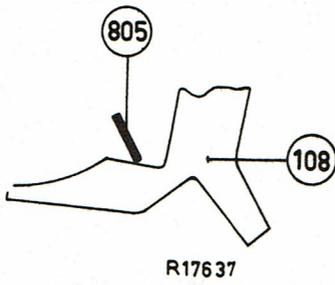

Fig.6
15. L'équerre 805 doit alors être ajustée de façon à ce que le côté de celle-ci s'appuie contre la partie oblique de l'équerre 108 (voir fig. 6).